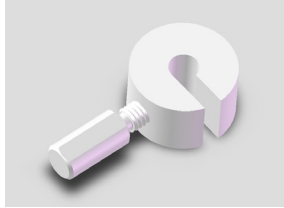

Figura 1: batente do elétrico DBS
4. Monte o batente do elétrico (Figura 1), aparafusando parcialmente a parte roscada do parafuso no orifício roscado no anel.